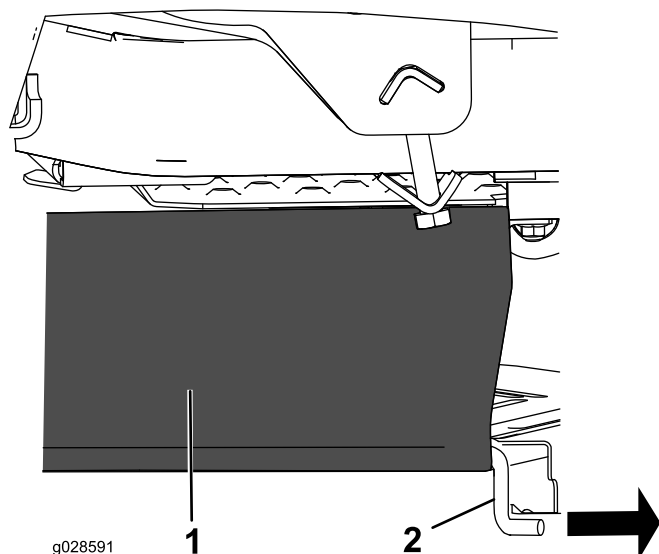

Figure 13
1. Glissez la tringle de support existante hors du rideau du plateau de coupe (Figure 13) ; conservez-la, elle vous servira si vous utilisez la machine sans le système de ramassage.